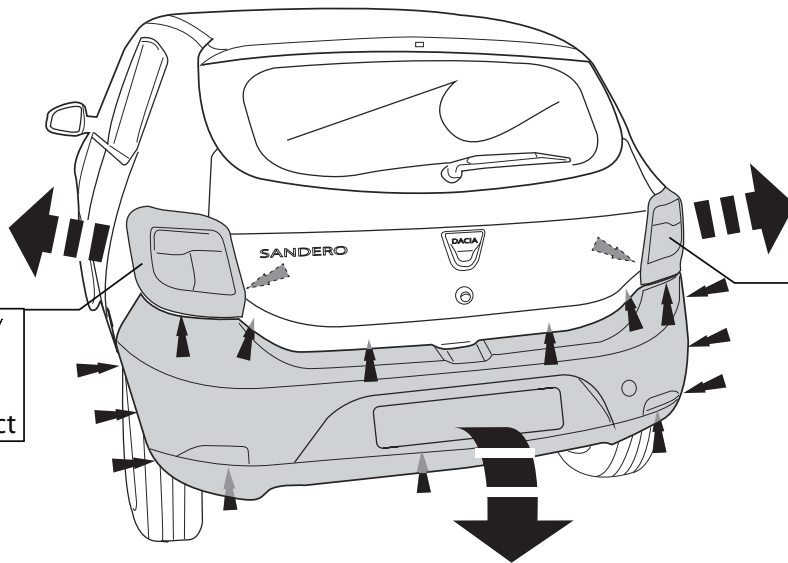

Fig. 1
1. Снять задние фары и бампер. (См рис. 1).